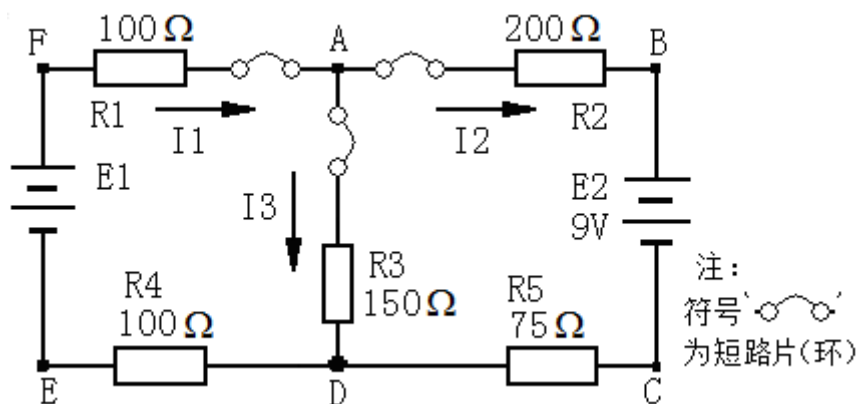
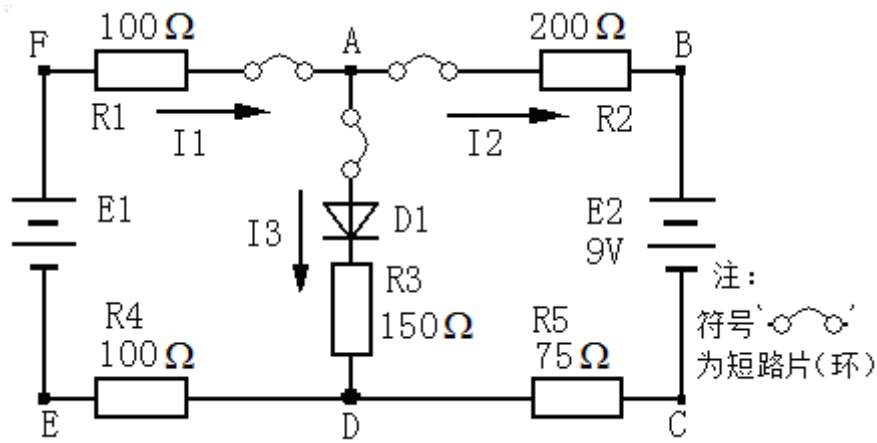

图 2-1 叠加原理实验参考电路图
图 2-2 带有二极管的叠加原理实验参考电路图
- 1、按图 2-1 接线,图中细弧线处为电流测量点,用短路片(或短导线)连接。测该支路电流时,接入电流表,拔出短路片;测量完毕移去电流表,短路片恢复原位。
验证叠加性：E1、E2 同时作用：表 2-2 中的“实验叠加结果”是指表 2-1 中 E1 =12V、E2=9V 时分别单独作用的叠加（即第二行第三行各参数数值之代数和），“理论计算值”是按图 2-1 各参数进行理论计算的结果。
#### 7、\* 在图 2-1 的基础上在 R3 支路中增加二极管 D1 (1N4007)，如图 2-2，重做上面的第 2 到第 6 项，并将测量结果填入表 2-3。
- 1、图 2-1 电路中各元件的功率能否叠加？为什么？
- 1、根据实验数据，验证电路图 2-1 是否满足比例性、叠加性与基尔霍夫电压定律和电流定律。
- 2、\*根据实验数据，验证电路图 2-2 是否满足比例性、叠加性与基尔霍夫电压定律和电流定律。